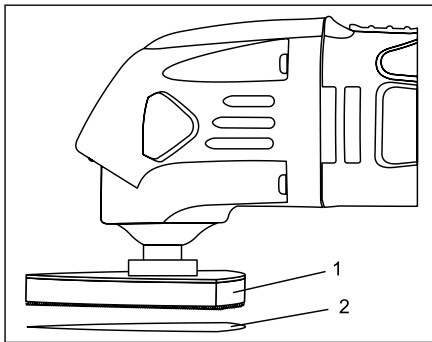

Fig. 3
1. Installez le patin de ponçage à crochet et boucle (1) sur l'outil (Fig. 3).
2. Appuyez fermement le papier de verre (2) sur le crochet et la plaquette.